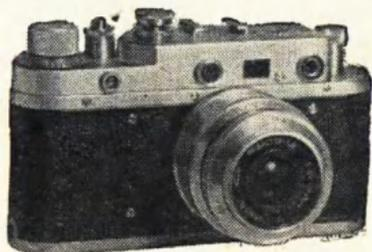

Рис. 30. Фотоаппарат
**«Зоркий-С»** (рис. 30) является наиболее простым из аппаратов типа «Зоркий». Аппарат выпускается с объективом «Индустар-22» или «Индустар-50».